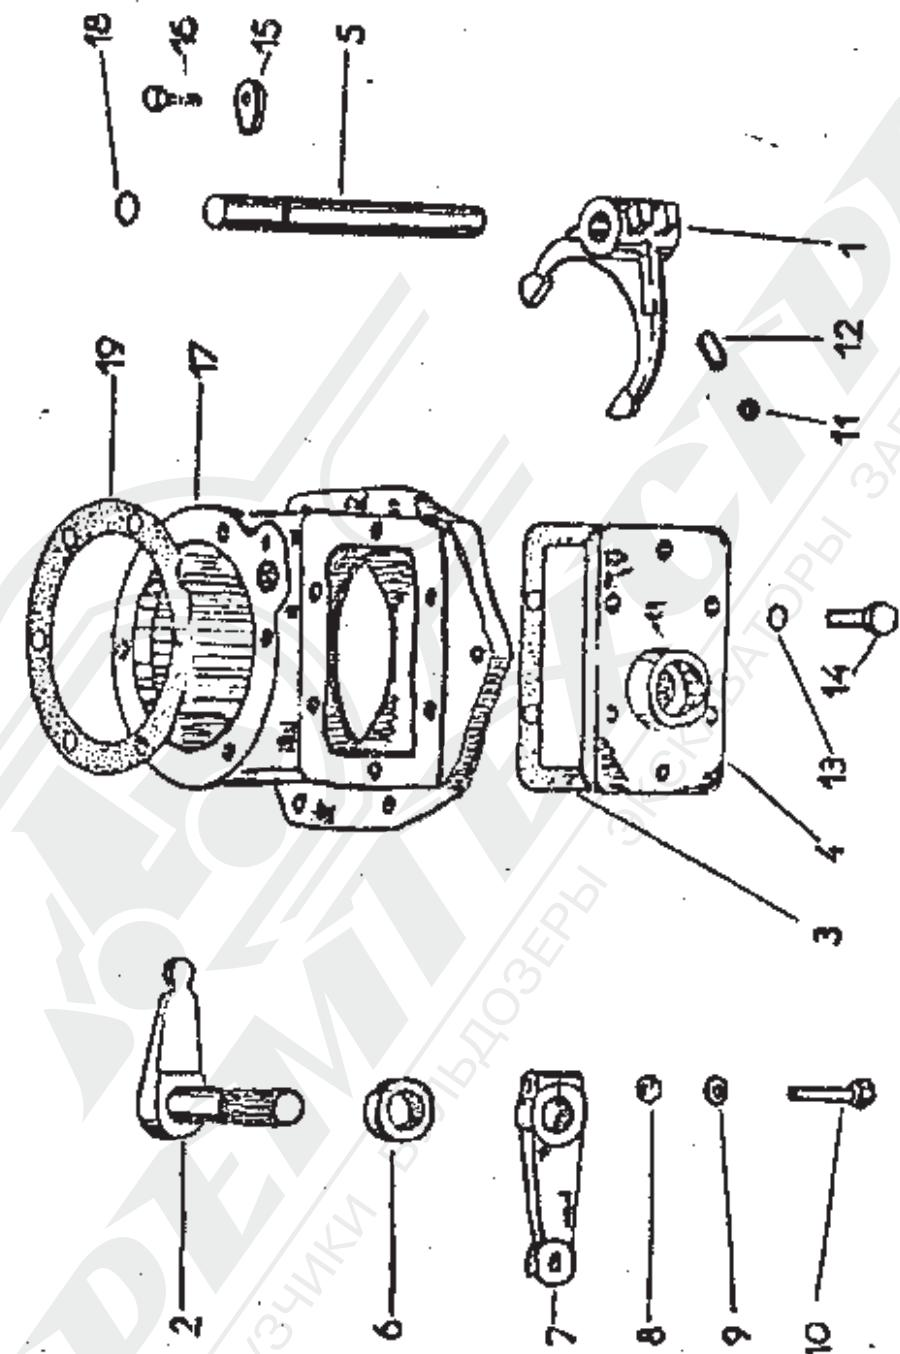

Рис. 2-14. Механизм включения оси коробки скоростей
2.3.3.6. Демонтаж механизма включения оси /рис. 2-14/
Описание рис. 2-14